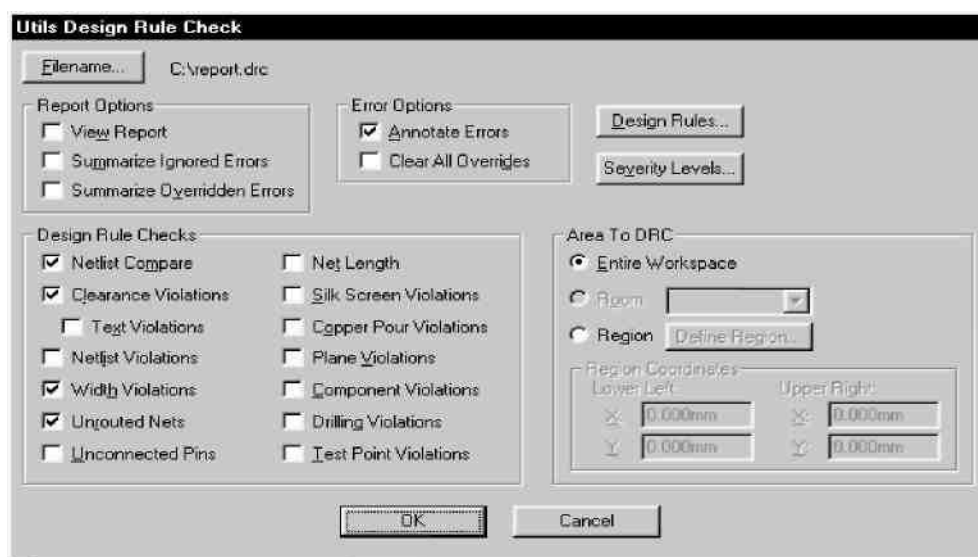

Рисунок 6.14 – Перевірка на DRC
*Перевірка на DRC-помилки.* Вибрати команду Utils/DRC і задати наступні параметри (рисунок 6.14).